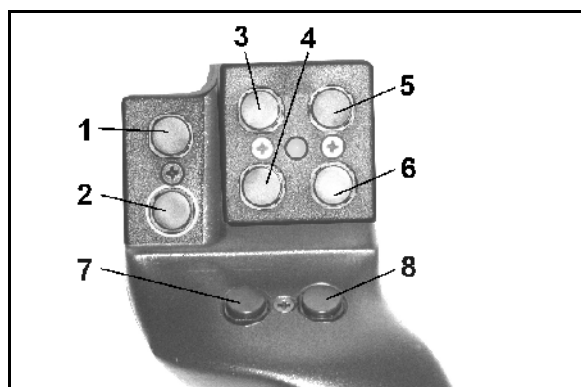
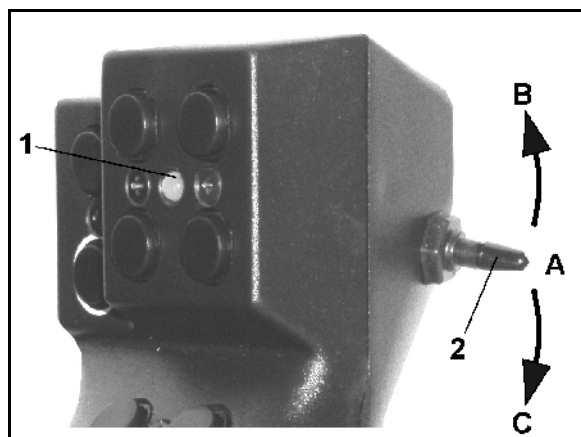

Fig. 57
Fig. 58
Joysticken (Fig. 57) har 8 (1 - 8) knappar för manövrering av **AMATRON 3**. Med omkopplaren (Fig. 58/2) kan dessutom knapparnas funktioner tredubblas.
- mellanläge (Fig. 58/A) och kan flyttas
- uppåt (Fig. 58/B) eller
- nedåt (Fig. 58/C).
Omkopplarens läge indikeras med en LED-lysdiod (Fig. 58/1).